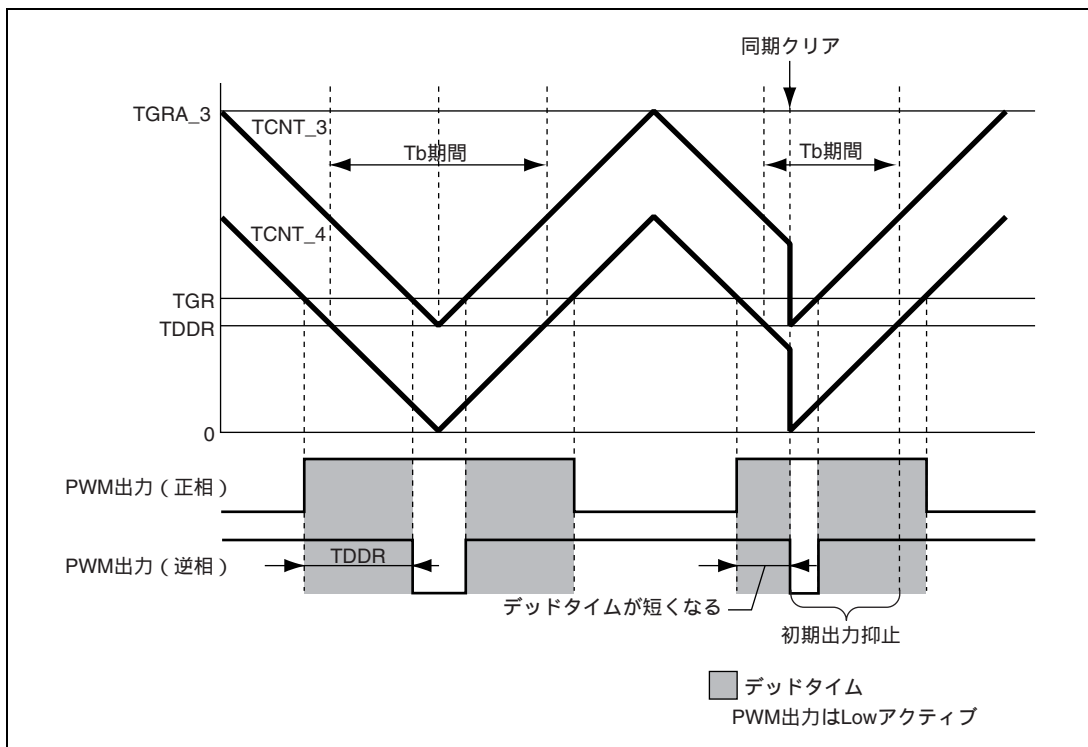

図 12.113 条件(1)の同期クリア例
条件(1) 初期出力の抑止期間 にて、PWM 出力がデッドタイム期間中に、同期クリアする(図 12.113)。